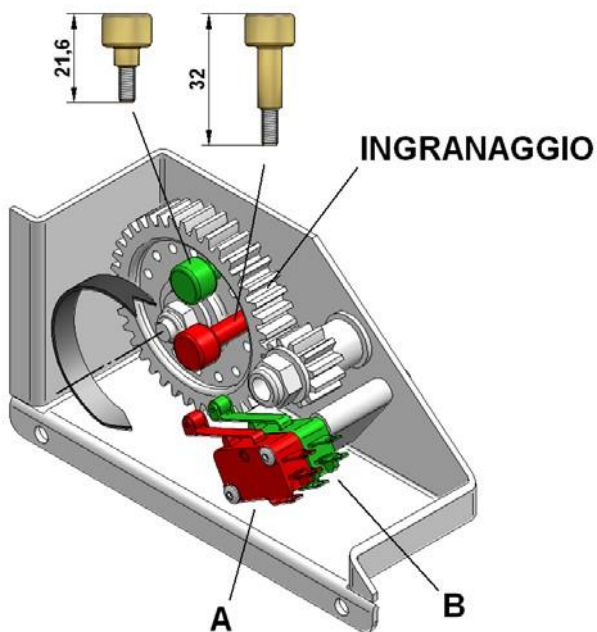

Abb. 40
1. Die beiden Nocken vom Zahnrad losschrauben. (**Abb.40**)
(**Abb.40**)